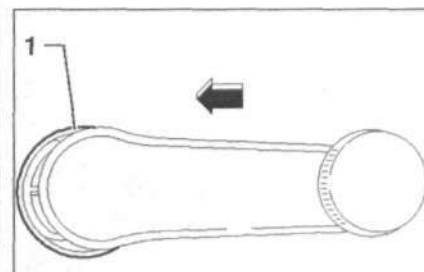

Рис. 13.34. Переместите втулку 1 в направлении стрелки (стопорное кольцо должно разблокироваться) и снимите ручку с вала.
6. Переместите втулку 1 в направлении стрелки (стопорное кольцо должно разблокироваться) и снимите ручку с вала (рис. 13.34).